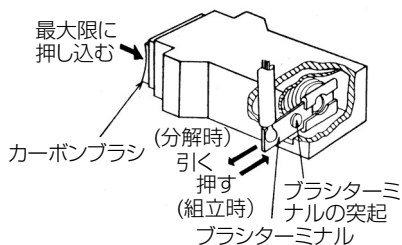
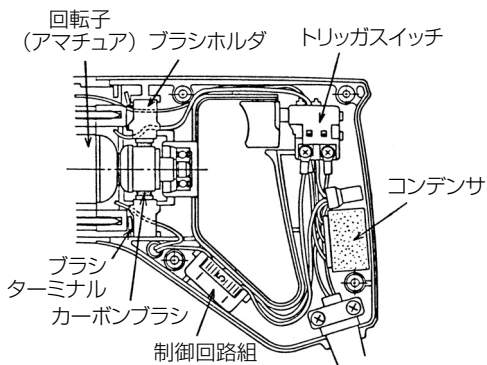

図 27
図 28
- (2) カーボンブラシを押さえながらブラシホルダをハウジングから抜き出します。このとき小さいマイナスドライバーなどでブラシホルダを持ち上げると抜き出しやすくなります。また、リード線を無理に引っ張ったり、傷をつけたりしないよう十分注意してください。
- (3) カーボンブラシをブラシホルダ内に最大限に押し込んだ状態でブラシターミナルをカーボンブラシから抜きます。（図27）
- (4) カーボンブラシをブラシホルダから取出します。
- (1) カーボンブラシをブラシホルダの中に入れ、最大限に押し込んだ状態で図 27 のようにブラシターミナルを挿入します。
- (2) カーボンブラシを押さえながらブラシホルダをハウジングに挿入します。
- (3) 内部配線類が図 28 のように正規の位置にあること、また内部配線類が回転子(アマチュア)に接触しないことを十分確認してください。
- (4) 内部配線類がハウジングとの間にかみ込まれないよう十分注意してハンドルカバーをかぶせ、小ねじを締付けてください。